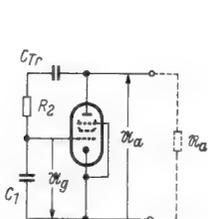

Bild 5. Rückwirkung der Anodenwechselspannung auf das Gitter; C_{Tr} = Trennkondensator
a) Reihenschaltung (nach Bild 5)